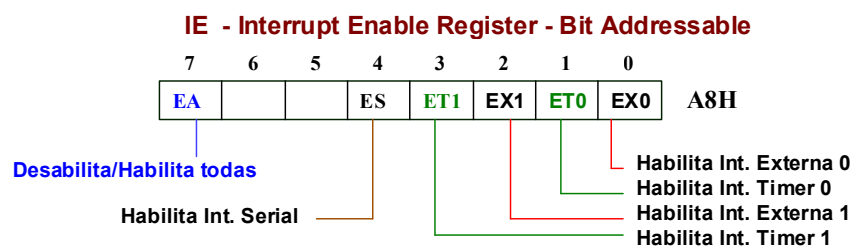

Figura 17 – Registrador *Interrupt Enable*. Deve-se colocar '1' em cada flip-flop para se obter a função descrita.
Para habilitar o atendimento das interrupções do 8051, o programador deve atuar sobre o registrador *Interrupt Enable* (IE). O flip flop 7 (*Enable All*) do registrador IE (Figura 17) funciona como uma chave geral para as interrupções do 8051; ou seja, se ele estiver em '0', nenhuma interrupção é atendida. Além de colocar o flip-flop EA em '1', o flip-flop correspondente à interrupção que se deseja habilitar (Figura 17) deve ser também colocado em nível lógico alto. Por exemplo, a habilitação da Interrupção Externa 1 pode ser realizada através das seguintes instruções: SETB EX1, SETB EA.
Sendo o sinal de *clock* apresentado ao contador TH1-TL1, a contagem é realizada até FFFFH. Quando do próximo incremento, os registradores TH1-TL1 vão para zero e o *flag* TF1 é colocado em nível lógico alto, solicitando execução de tratador de interrupção devido ao TIMER1 (Tabela 10). Para que o tratador seja executado, tal interrupção deverá ter sido habilitada no registrador IE (Figura 17).